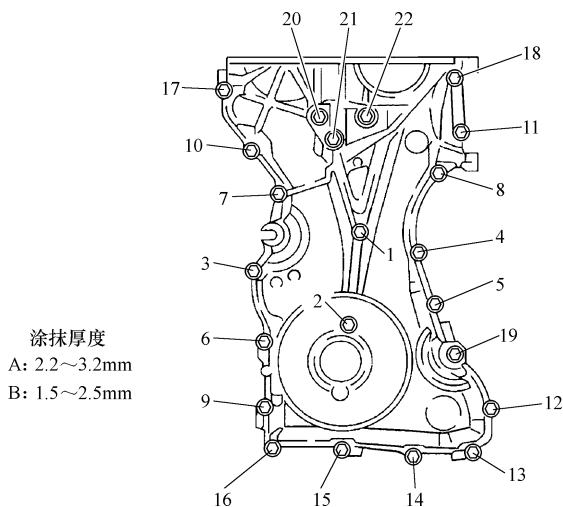

图 25-37 发动机前盖固定螺栓紧固顺序
- 2) 按照图 25-37 所示的顺序紧固发动机前盖的固定螺栓。其中 1 ~ 18 号螺栓的紧固力矩为 $8.0 \sim 11.5 \text{ N} \cdot \text{m}$; 19 ~ 22 号螺栓的紧固力矩为 $40 \sim 55 \text{ N} \cdot \text{m}$ 。